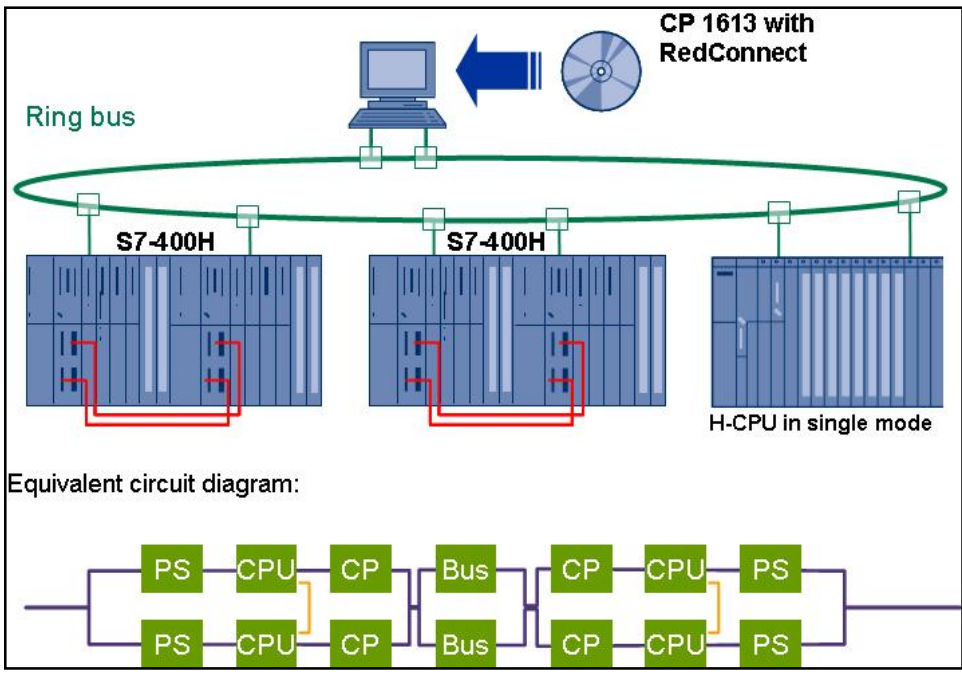

图 3-4 H 系统以太网结构(四)
(4)在 H 系统的每个机架上分别插入 1 块 CP443-1 组成以太环网,如图 3-4 所示:
以图 3-4 为例,即 H 系统的每个机架上分别插入 1 块 CP443-1 组成以太网环网,来介绍 H 系统的通讯配置。